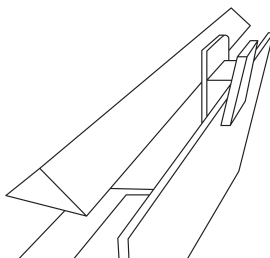

Рисунок 1. Крепление светильника
5.2. Закрепить светильник с помощью прищепки в центральной части сверху на корпусе монитора (рисунок 1).